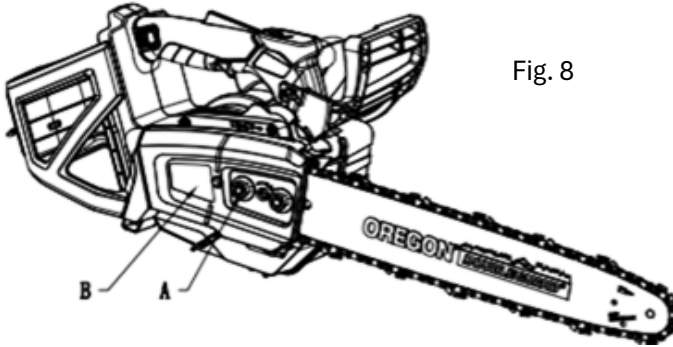

Fig. 8
5. Serrez les écrous du couvercle de guide(A) pour installer le couvercle de guide (B) (Fig 8).